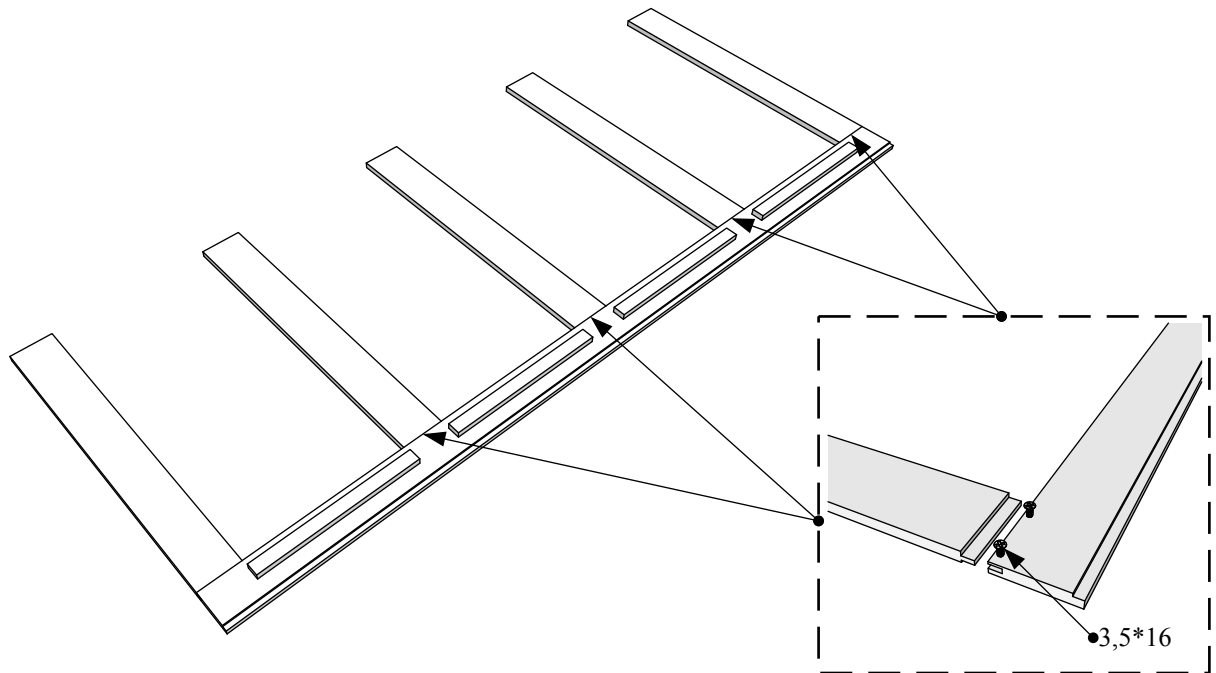

Рисунок 9
4.2 Установить оставшиеся боковые царги (деталь E), контролируя расстояние между ними с помощью выравнивающих элементов под гипсокартон (деталь G). Все боковые царги должны быть параллельны друг другу. Повторить те же операции для второй боковой стойки(Рис.9).